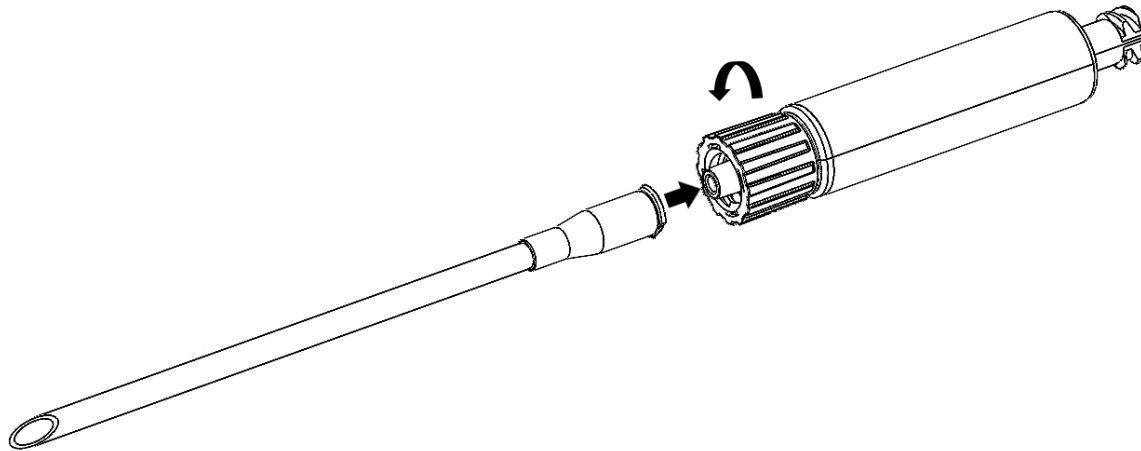

Figura 2. Conectarea acului de decompresie/dispozitivului de toracostomie la Capnospot
5. Conectați conectorul Luer de tip tată de la Capnospot la porțiunea de conector Luer de tip mamă a unui ac sau a unui dispozitiv de toracostomie, așa cum se arată în Figura 2 de mai jos.